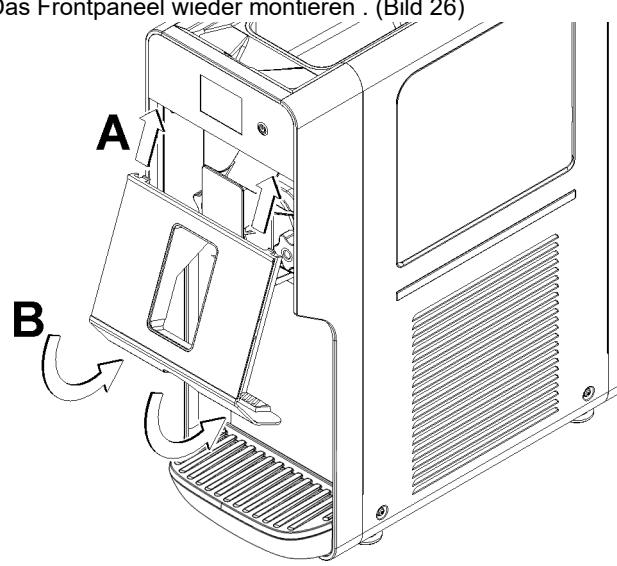

Bild 26
- 5 Das Frontpaneel wieder montieren. (Bild 26)